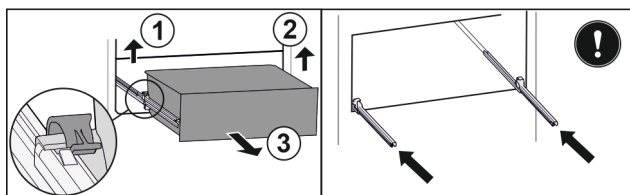

Fig. 78
- ▶ Приподнимите левый зажим и одновременно вытяните движением вперед выдвижной ящик слева. Fig. 78 (1)
- ▶ Приподнимите правый зажим и одновременно вытяните движением вперед выдвижной ящик справа. Fig. 78 (2)
- ▶ Извлеките выдвижной ящик движением вперед. Fig. 78 (3)